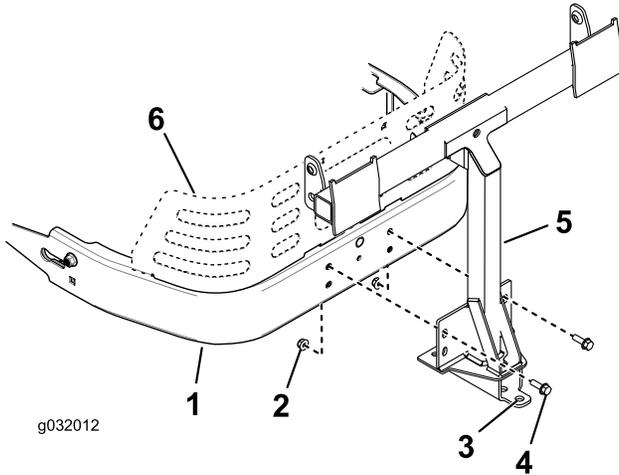

Figura 6
1. Instale el bastidor de giro en el bastidor de la máquina según se muestra en Figura 6. Sujete el bastidor de giro al bastidor de la máquina usando 2 pernos (5/16 x 1 pulgada) y 2 contratuercas (5/16 pulgada).